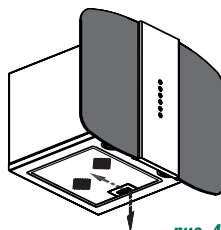

рис. 4
8.3 Для очистки алюминиевого фильтра извлеките его из зонта (рис.4) и произведите его очистку с помощью щетки горячим водным раствором моющего средства вручную или в посудомоечной машине при (60°C). Сильно загрязненный фильтр не следует мыть в посудомоечной машине.
- перед установкой зонта снимите алюминиевый фильтр, для этого нажмите на пружинный замок на фильтре и потяните фильтр вниз и на себя (рис. 4);